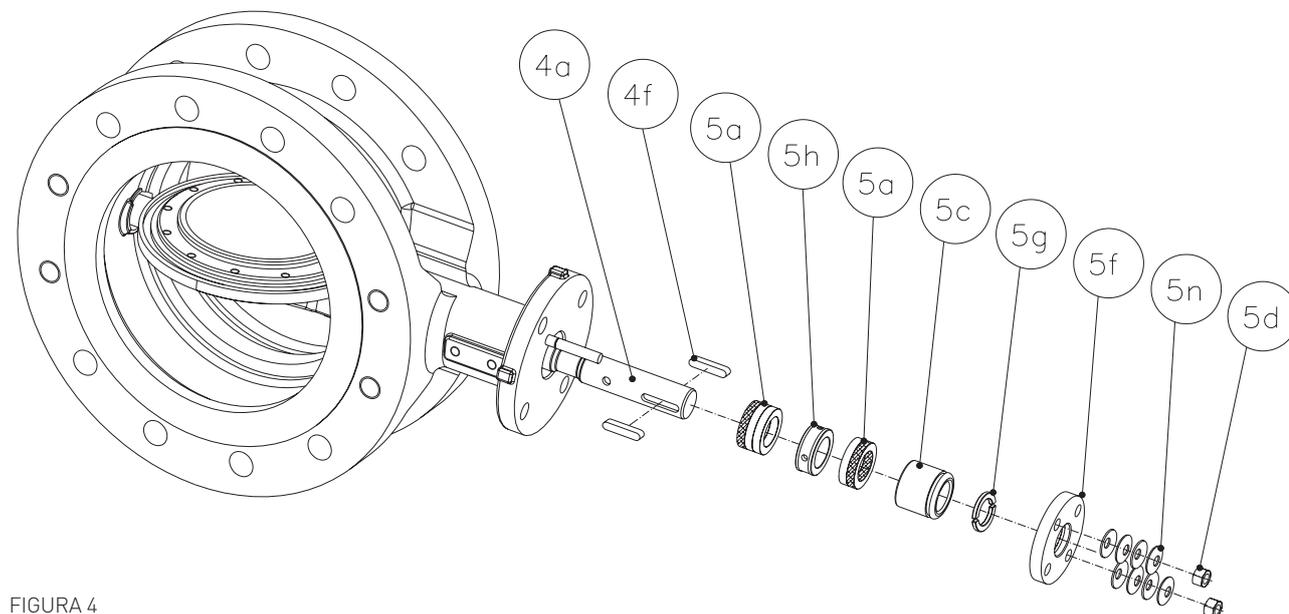

FIGURA 4
Consultar a figura 4.
6. Aplicar uma camada fina de lubrificante sobre cada superfície dos anéis de empanque novos (5a) (o lubrificante deve estar de acordo com a Tabela 3). Introduzir os anéis de empanque novos, não esquecendo de introduzir os dois anéis entrançados na parte inferior e superior do empanque completo. Se a válvula estiver equipada com a opção de limpeza por pressão do empanque, introduzir o anel de lanterna (5h) na mesma sequência como foi removido (ou como indicado na figura 4). Se os anéis de empanque são do tipo de duas peças, instalar com as metades dispostas a 180° uma da outra.